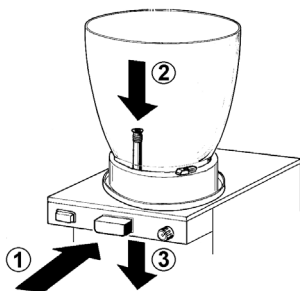

figura 3
- 3 Premere (1) il tasto di comando rubinetto e inserire (2) il gommino nella sua sede sul fondo dell'evaporatore. Tirare (3) lievemente verso il basso l'estremità del gommino rubinetto fino ad assestarlo completamente (vedere figura 3).